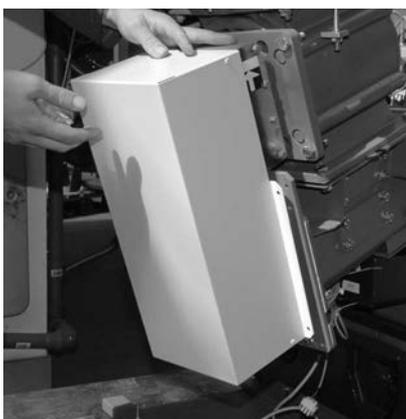

Fig. 112 Montare la copertura protettiva
- Montare la copertura protettiva – Fig. 112.